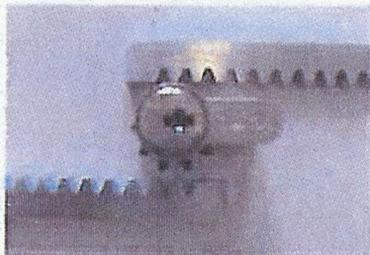

Bild 6: Position des Zahnritzels
Achtung damit die einwandfreie Funktion gewährleistet ist, muss das Zahnritzel des Profilzylinders in die letzten beiden Zähne der Zahnstangen (2) einhängen. (siehe Bild 6 und 7) Kontrollieren Sie mittels Sperrversuch ob sich der Schlüssel in beiden Positionen (Auf/Zu) abziehen lässt.